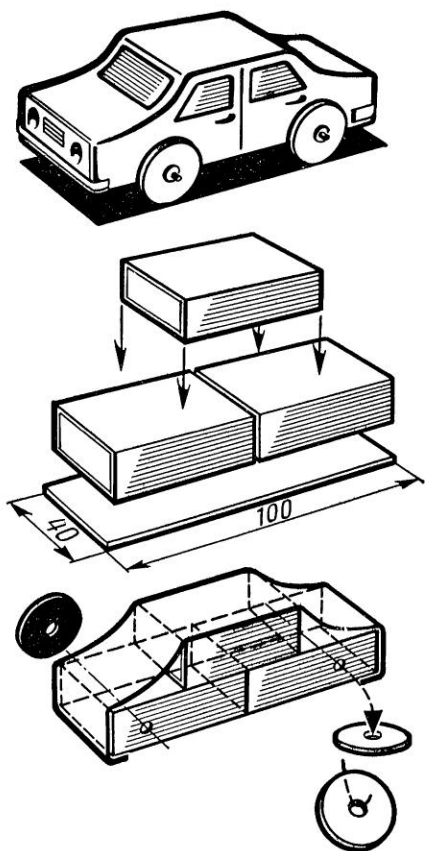

Рис. 17. Модель автомобиля из спичечных коробков
**Легковой автомобиль.** Самую простую малогабаритную модель легкового автомобиля легко изготовить из трех спичечных коробков (рис. 17). На прямоугольный кусок картона размером  $40 \times 100$  мм приклеивают два спичечных коробка, а сверху еще один. Затем их оклеивают бумагой, придающей форму кузову модели. Причем оклеивать нужно так, чтобы углы кузова были округленными. На нижней (боковой) части кузова прокалывают шилом четыре отверстия так, чтобы через них можно было пропустить две проволоочные оси, на концы которых надевают заранее вырезанные картонные диски диаметром 20 мм с отверстиями в центрах. Затем концы осей загибают плоскогубцами под прямым углом и заклеивают дисками меньшего диаметра (колпаками).